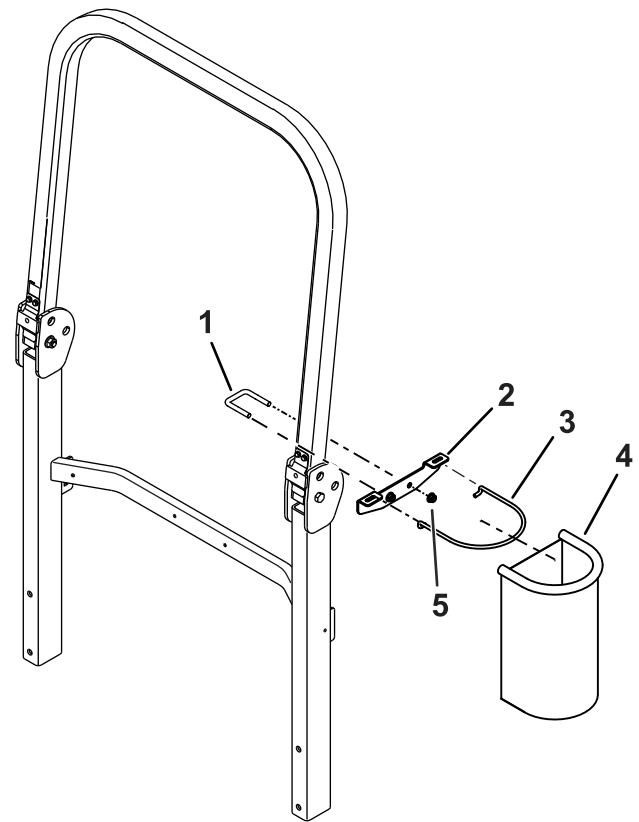

Figura 2
2. Sujete provisionalmente el soporte pequeño a la barra antivuelco con un perno en U y 2 contratuercas ($\frac{3}{8}$ "), como se muestra en la Figura 2.
3. Coloque el soporte en la barra antivuelco de manera que no interfiera con la máquina (Figura 2).
4. Apriete el perno en U que sujeta el soporte pequeño (Figura 2).
5. Instale la papelera y la varilla en el soporte pequeño (Figura 2).